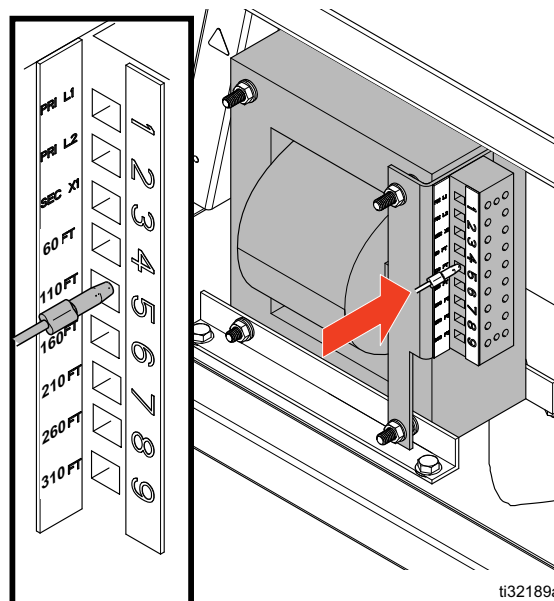

FIG. 14 : Câblage du transformateur du flexible
3. Déplacer le fil du transformateur (AC) du tuyau vers la borne qui correspond à la longueur du tuyau installé. Le fil est réglé en usine sur 60 pi. Voir la FIG. 14 .: